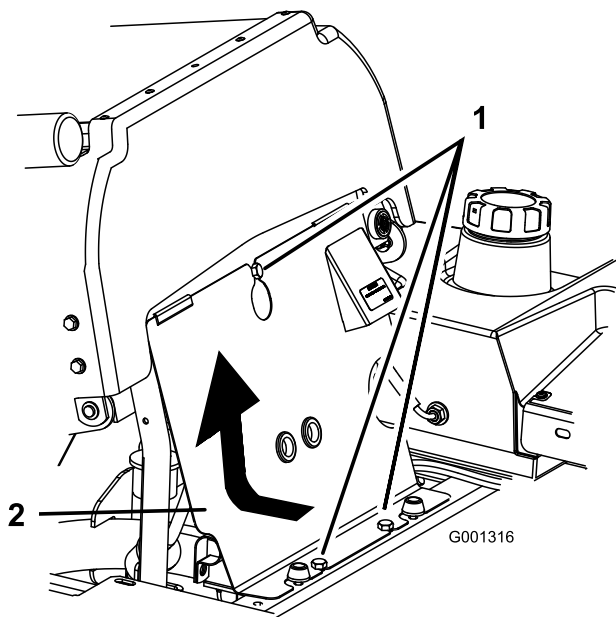

Figure 32
1. Basculez le siège en avant, desserrez les boulons et déposez le panneau avant du moteur (Figure 32).